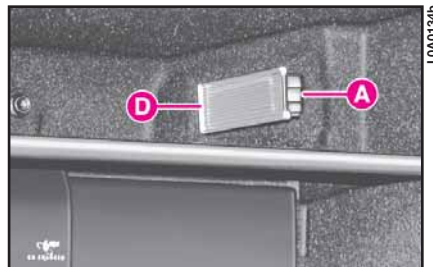

fig. 36
1) quite el transparente haciendo palanca con el destornillador en el muelle **A** (fig. 36);
5) vuelva a montar el transparente, introduciendo primero el lado **D** (fig. 36) luego presione el otro lado hasta que el muelle **A** quede enganchado.